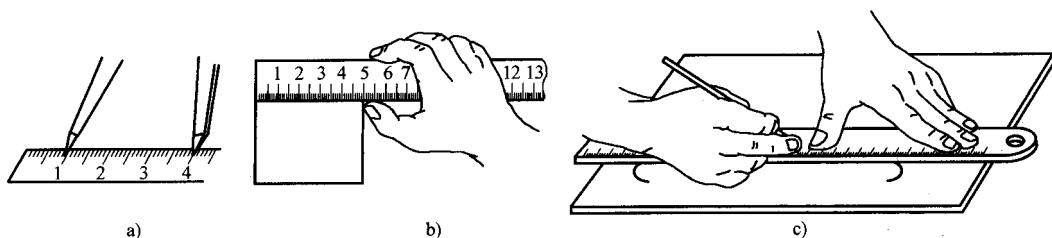

图 2-1 金属直尺的作用
(1) 金属直尺 金属直尺是一种简单的尺寸量具，尺身上刻有尺寸刻线，最小刻线距离为 $0.5\text{mm}$ ，它的长度规格有 $150\text{mm}$ 、 $300\text{mm}$ 、 $500\text{mm}$ 、 $1000\text{mm}$ 等多种。它主要用来量取尺寸，测量工件，也可作为划直线时的导向工具，如图 2-1 所示。